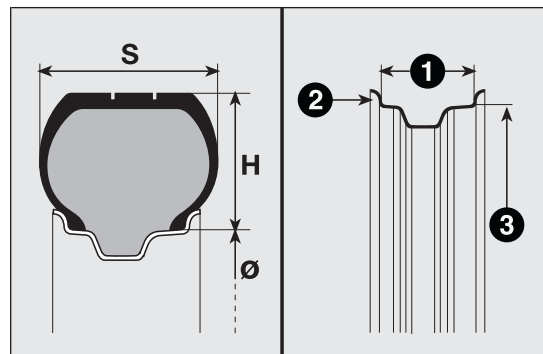

fig. 147
**Exemple fig. 147: 175/65 R 14 82H**
**LECTURE CORRECTE DE LA JANTE****Exemple : 5,00 B x 14 H2** fig. 147**5,00** largeur de la jante en pouces 1.**B** profil du rebord (saillie latérale où s'appuie le talon du pneu) 2.**14** diamètre de calage en pouces (correspond à celui du pneu qui doit être monté) 3 = Ø.**H2** forme et nombre de « humps » (relief sur la circonférence, qui maintient le talon du pneu Tubeless sur la jante).